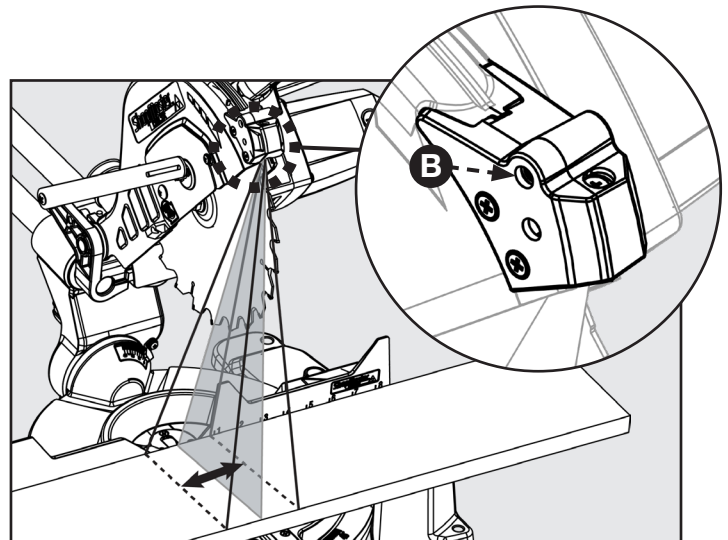

FIGURE 27
Consultez la figure 27 et suivez les instructions suivantes si vous remarquez le déport de la ligne du laser de la ligne actuelle de la coupe : tournez la vis (B) avec un tournevis à tête cruciforme pour corriger le déport.